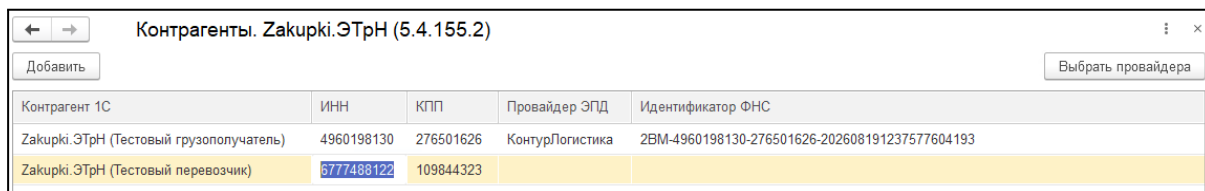

Рис. 85. Выбор контрагента и ввод ИНН
1. Нажмите на кнопку «Добавить» (рис. 85).
2. В поле «Контрагент 1С» из раскрывающегося списка выберите контрагента. ИНН и КПП заполнятся автоматически (рис. 85).